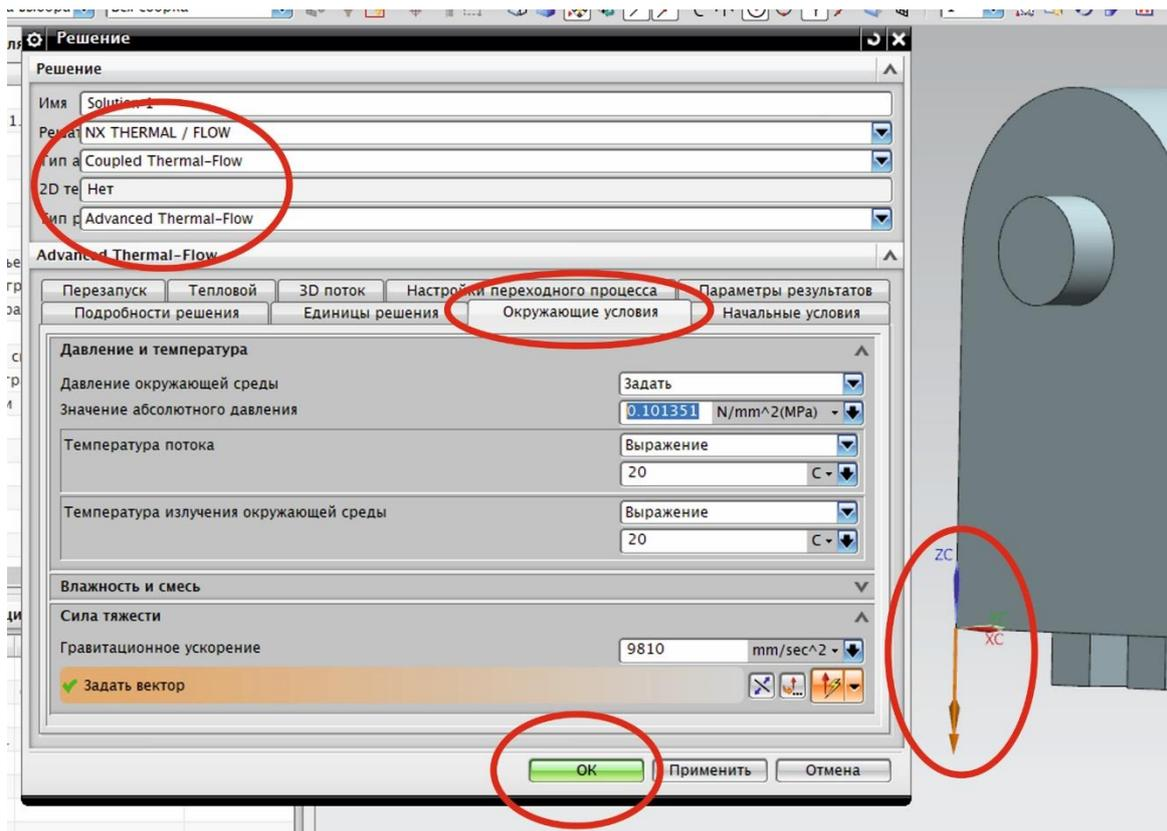

Рис. 1.4. Окно настроек решения
5. В открывшемся окне настроек «Решение» выберите «Решатель» – «NX THERMAL / FLOW», «Тип анализа» – «Coupled Thermal-Flow», «Тип решения» – «Advanced Thermal-Flow» (рис. 1.4). Проверьте направление силы тяжести (указано желтой стрелкой на вашей модели) и поменяйте при необходимости. Больше ничего менять не нужно, нажмите «Ок».